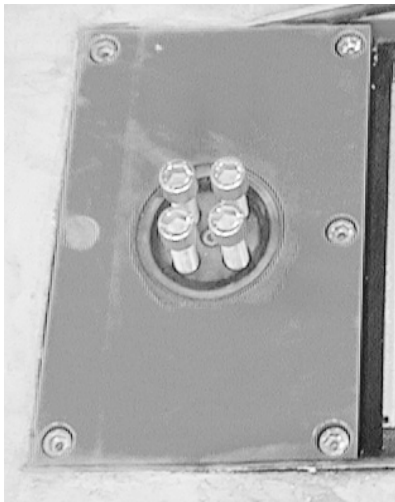

Fig.7
- Draai bouten in de gaten van de cilinders (Fig.7) waar later de rijplaten op gemonteerd worden. Dit om te voorkomen dat er vuil in terecht komt.